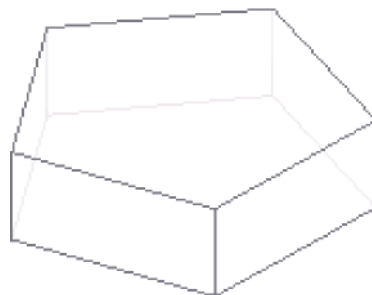

Рис. 5.34
5. Применим к полученному пятиугольнику **Операцию выдавливания**. В окне **Расстояние** зададим **50**, а **Направление** - **Прямое**. Результат выдавливания показан на рис. 5.34. Здесь применен каркасный способ отображения модели с прорисовкой невидимых ребер тонкими линиями.